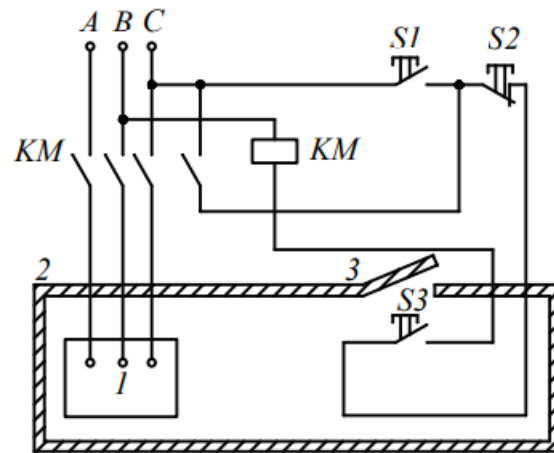

Рис. 1- Схема електричного блокування: 1 – електроустановка;
**Електромеханічні блокування** поєднують обидва попередніх типи блокувань. Найчастіше блокування використовують для забезпечення автоматичного зняття напруги з усіх елементів електроустановки при відчиненні захисних огорож. На рис. 1 показана схема електричного блокування.